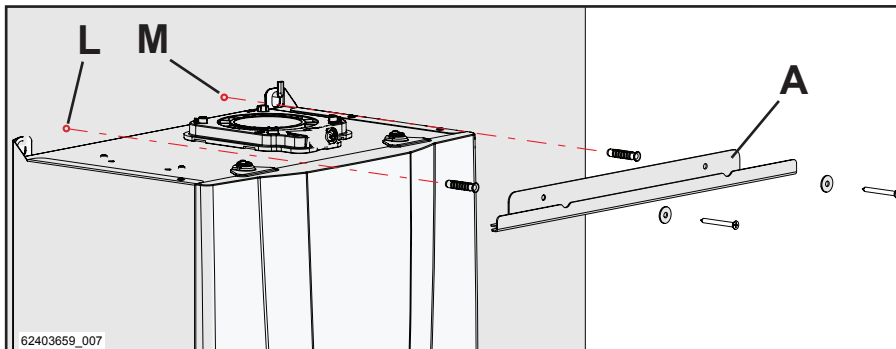

Figura 5-44
- 4 - Assicurare, mediante i tasselli forniti nel presente kit, la staffa di fissaggio superiore "A" al muro, come mostra la figura 5-44;